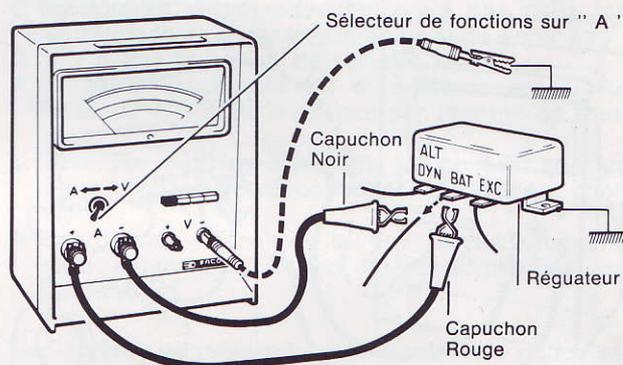

Figure 5
- Positionner le commutateur sur A comme indiqué sur la figure 5.
- Les deux gros cordons étant raccordés comme sur la figure 5 aux deux bornes de gauche du X 530 par les pinces. Celui ayant le capuchon rouge à la borne rouge et celui ayant le capuchon noir à la borne noire.
Simultanément, en branchant à la masse le fil **noir** du voltmètre, comme indiqué en pointillé sur la figure 5 et en passant le commutateur sur V, on lira les tensions aux différents régimes de rotation du moteur.